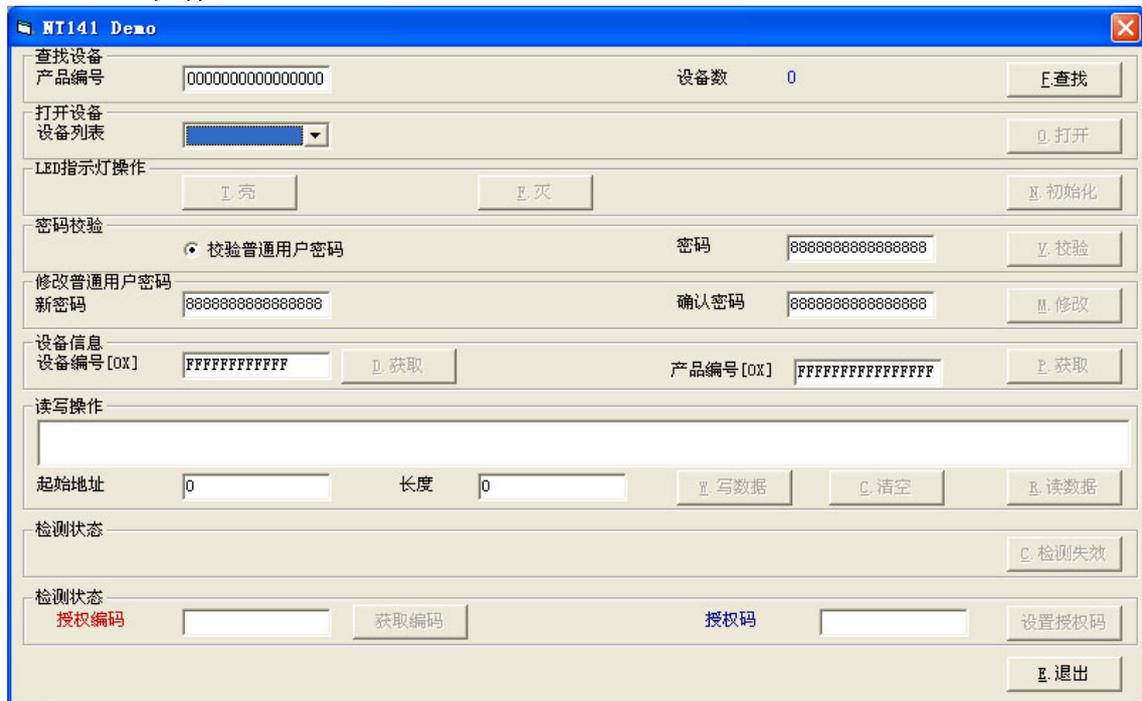

图 7.25 NT141\_DEMO.exe 正确运行
11. 将NT141\_DEMO.exe复制到D:\下，然后双击运行它，如果插入有合法的加密锁，NT141\_DEMO.exe即可正确运行，如图 7.25 所示。